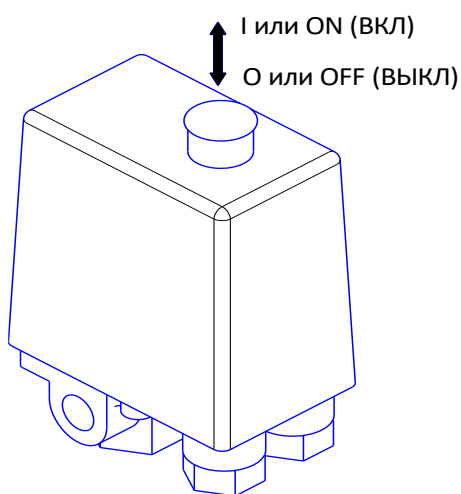

Рисунок 3
- 1 Проверьте, чтобы выключатель на маностате находился в выключенном положении "O" или "OFF", в зависимости от исполнения (см. рисунок 3).
- 4 Включите компрессор выключателем на маностате. Для этого необходимо переключить выключатель в положение "I" или "ON", в зависимости от исполнения (см. рисунок 3).
- 1 Выключить компрессор выключателем на маностате. Для этого необходимо переключить выключатель в положение "О" или "OFF", в зависимости от исполнения (см. рисунок 3). После этого остановится электродвигатель и произойдет сброс давления из нагнетательного воздухопровода и поршневого блока.